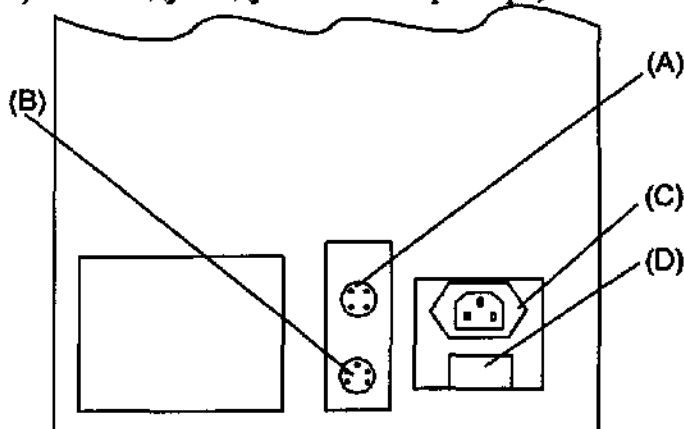

Рис. 6-2. Задняя панель аппарата SMARTLIPO
4. Подключите педаль управления к разъему «FOOTSWITCH», расположенному на задней панели аппарата ((B) на Рис. 6-2).
5. Подключите разъем блокиратора двери к разъему «INTERLOCK» на задней панели системы ((A) на Рис. 6-2). Подробнее о блокировке см. п. 6.2. Если не предполагается использование блокиратора, то к разъему «INTERLOCK» необходимо подключить заглушку, поставляющуюся с аппаратом.
6. Подключите кабель питания системы к соответствующему разъему на задней панели аппарата ((C) на Рис. 6-2).